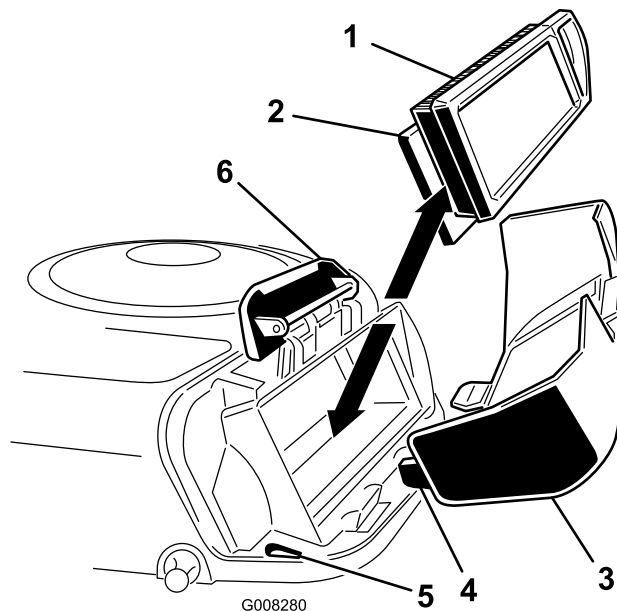

Bild 22
4. Schieben Sie den Papier- und den Schaumeinsatz vorsichtig vom Gebläsegehäuse herunter (Bild 22).
2. Fluchten Sie die Nasen des Luftfilterdeckels mit den Schlitten im Gebläsegehäuse aus (Bild 22).